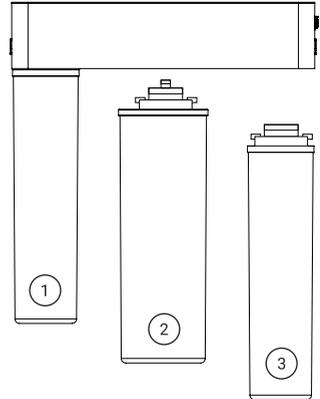

Рис. 16
3. Вставьте новые картриджи, соблюдая очередность ступеней очистки (рис. 16).